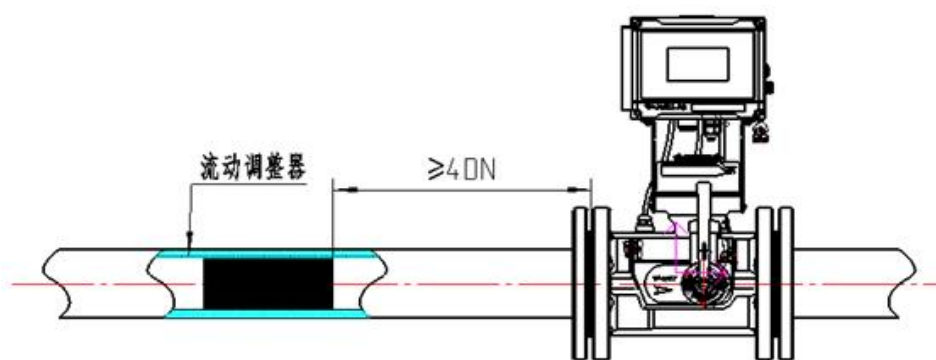

图 6：超强扰动源安装示意图
3. 超强扰动源安装（见图 6：超强扰动源安装示意图）：需配置流动调节器，前直管段≥4DN